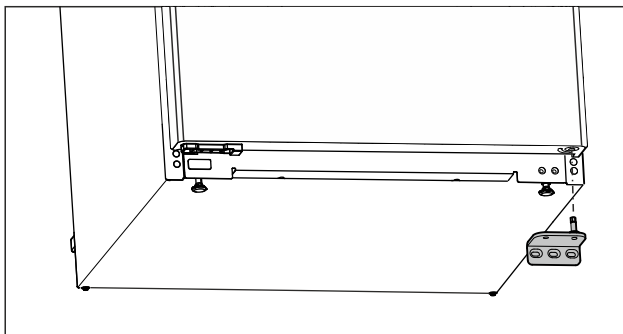

Fig. 7
- Ta av lagerbock neråt. (se Fig. 7)